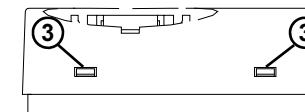

Fig. 2
1. Sollevare la manopola facendo leva con un cacciavite nell'apposito invito (2).
2. Prelevare i cavalieri meccanici (4) parcheggiati a lato della sede manopola e posizionarli (5) come nell'esempio di Fig. 2. In questo modo il campo di rotazione (6) e' ridotto come nell'arco indicato.
1. Remove the knob by tilting it, eventually with the help of a screwdriver placed in the slot (2).
2. Pick up the plastic pins (4) parked at one side of the knob area and set them (5) as in the example of Fig. 2. In this example the rotation range (6) is reduced as in the shown angle.